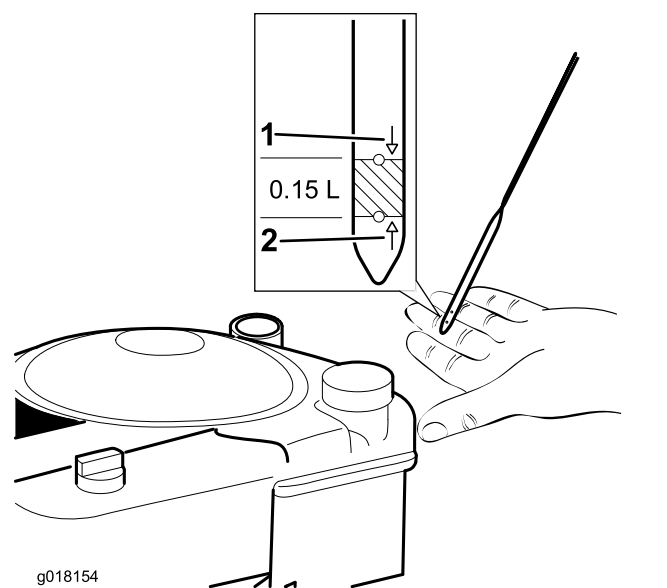

Figure 17
2. Retirez la jauge et essuyez-la sur un chiffon propre (Figure 17).
4. Versez **lentement** l'huile dans le tube de remplissage, patientez 3 minutes puis vérifiez le niveau d'huile moteur sur la jauge en essuyant cette dernière sur un chiffon propre et en l'insérant dans le tube (Figure 17).
5. Versez de l'huile dans le carter moteur jusqu'à ce que la jauge indique le niveau correct, comme montré à la Figure 17. Si vous remplissez excessivement le carter moteur, vidangez l'excédent d'huile.